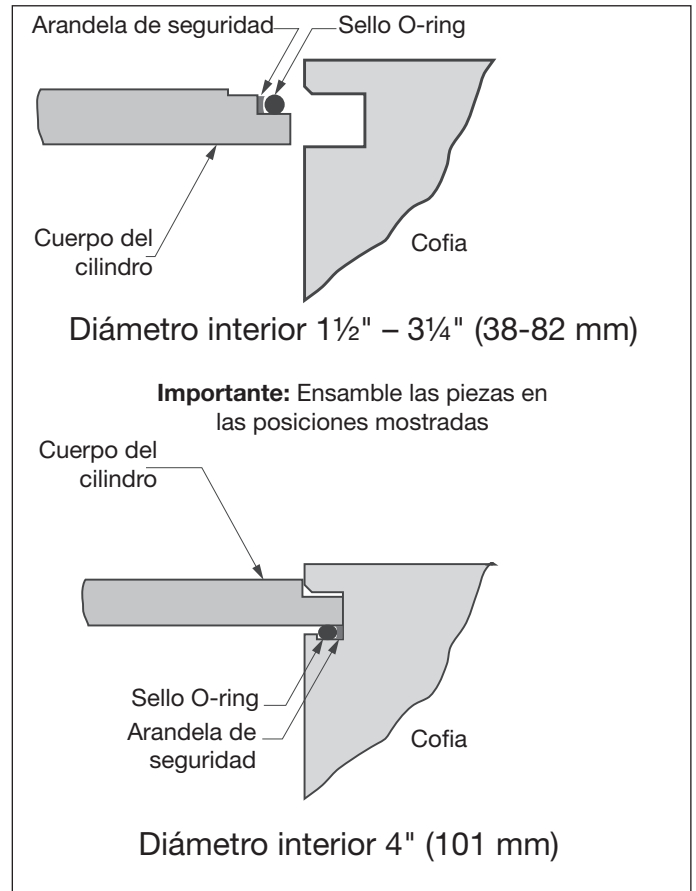

Figura 4 - Conjunto del sello del cuerpo
- a. Recubra con aceite o grasa (compatible con el fluido del sistema) cada arandela de seguridad y sello de junta tórica. Ensamble estas piezas en el primer escalón en cada extremo del cuerpo del cilindro. Para los detalles, véase la parte superior de la Figura 4.
- a. Recubra con aceite o grasa (compatible con el fluido del sistema) cada arandela de seguridad y sello O-Ring. Ensamble estas piezas dentro de la ranura del cuerpo del cilindro en cada cofia. Tenga en cuenta el área muescada en el diámetro interior de la ranura Para los detalles, véase la parte inferior de la Figura 4.